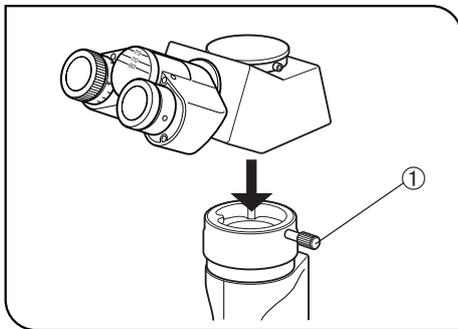

Fig. 32
(Fig. 32)
1. Desserrer le verrouillage de la tête d'observation ① mais ne pas la retirer. (Fig. 32)
2. Positionner la queue d'aronde au fond de la tête d'observation dans le support d'observation du statif. Régler la tête d'observation jusqu'à ce que les oculaires binoculaires soient vers l'avant et visser le bouton de verrouillage. (Fig. 32)